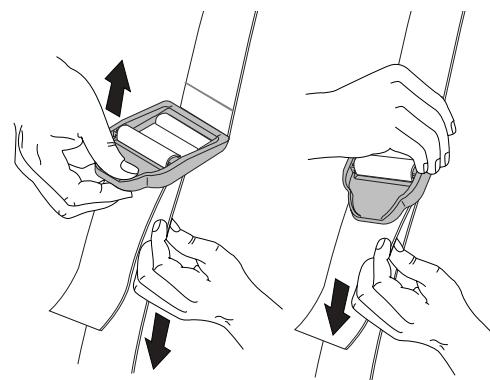

Fig. 9
- Para alongar a alça, puxe a correia para baixo enquanto levanta a extremidade da fivela (Fig. 9).
- Para encurtar a alça, faça passar maior comprimento de correia na fivela enquanto segura a fivela (Fig. 9).